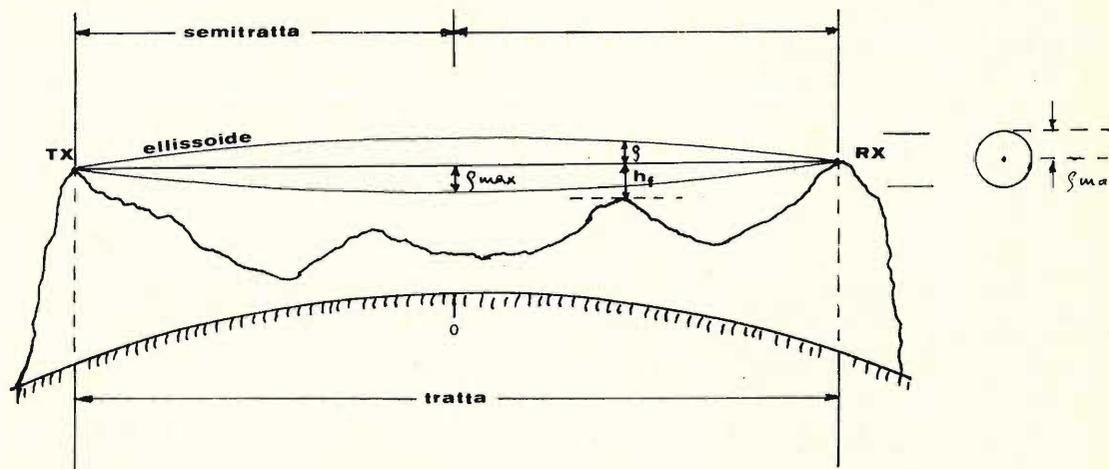
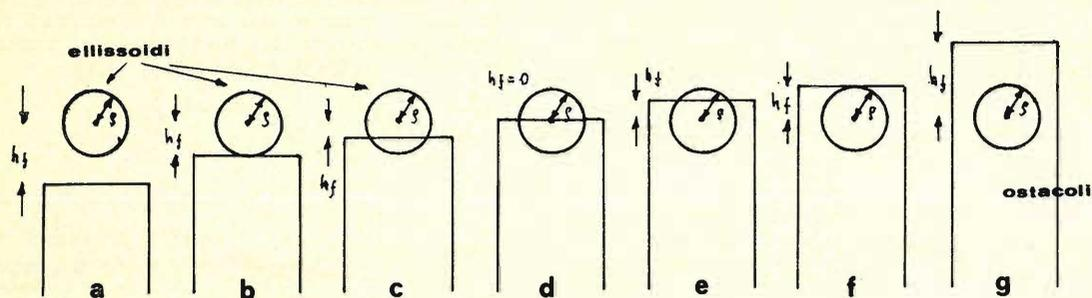
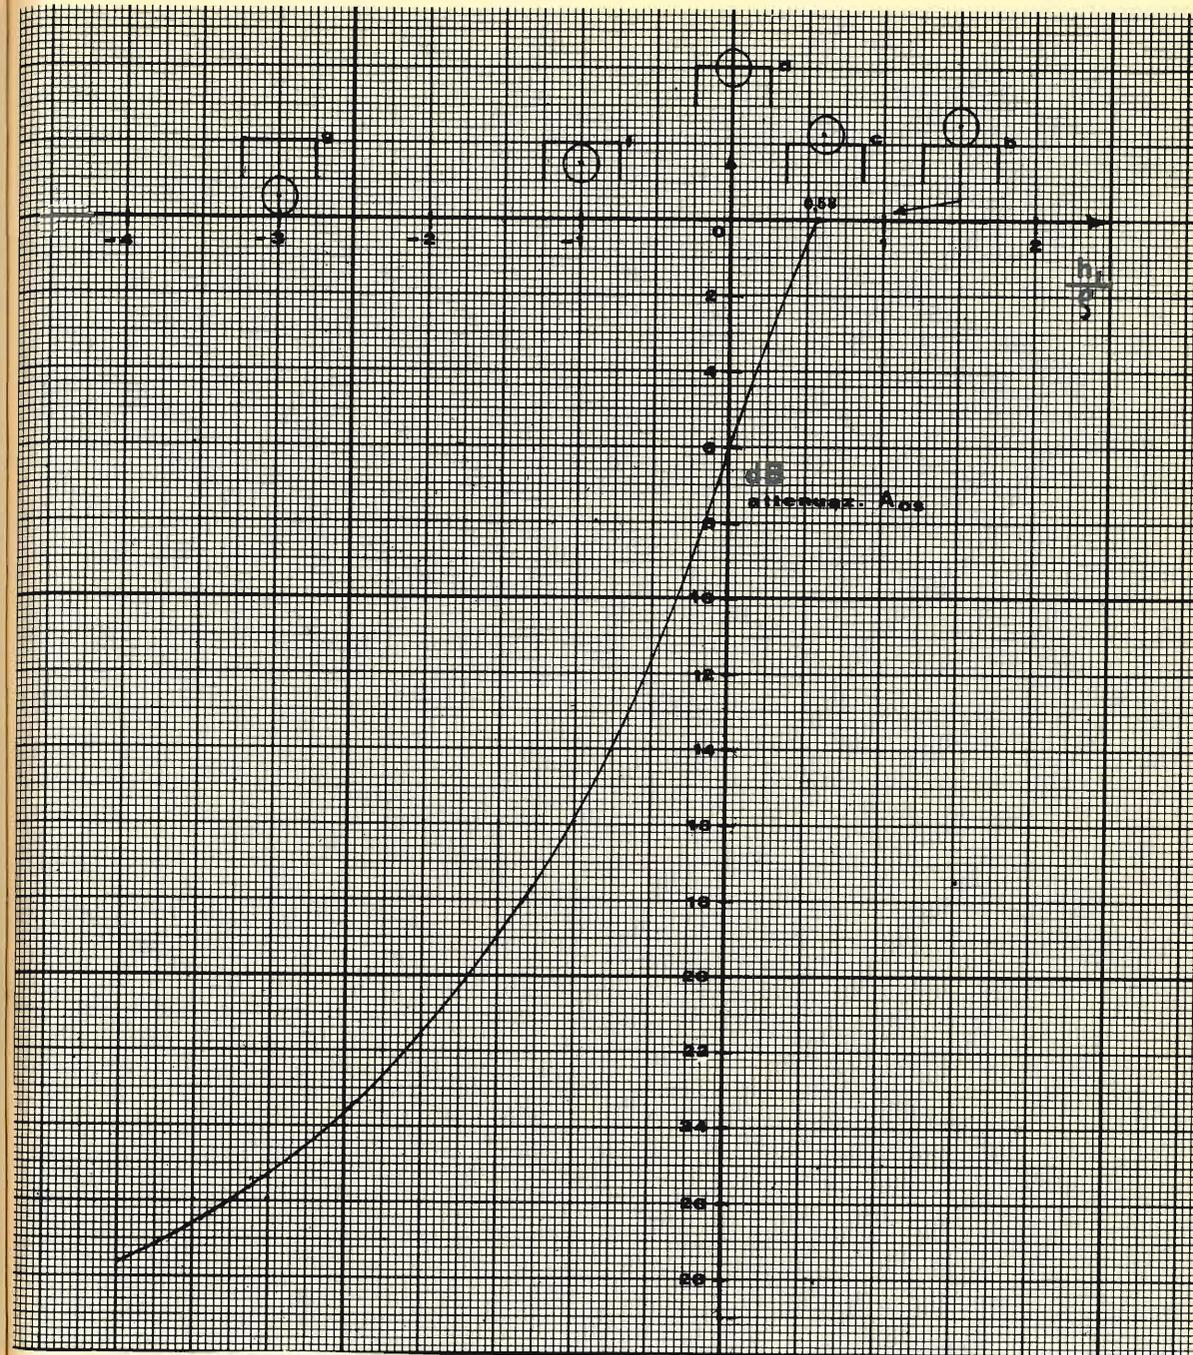

figura 15
figura 16
figura 17
Questo solido prende nome di 1° ellissoide di Fresnel. In teoria si tratterebbe infatti proprio di un vero ellissoide con i rispettivi fuochi in TX e RX. Per tutti gli scopi pratici è però sufficiente considerarlo fusiforme come in figura 15. Per la relativa determinazione geometrica, e quindi per la relativa tracciatura sul profilo di tratta, si potrà facilmente procedere in base ai grafici di cui alle figure 18 e 19 che vedremo successivamente.
Queste attenuazioni, ovviamente, dovranno essere introdotte nel « Modulo di Tabulazione » di cui alla figura 7. Vediamo ora in figura 16 le situazioni che nella pratica effettiva si possono presentare. Immaginiamo di porci fisicamente dove si trova l'antenna ricevente della figura 15 e di guardare verso il TX. In questo caso si rileva che non vi sono ostacoli interposti per cui la visibilità « radioelettrica » è assicurata. Se però l'ostacolo dovesse invadere l'el-
lissoidi, a seconda delle caratteristiche di questa interferenza (eventualmente variabile in conformità delle variabili condizioni della troposfera e quindi dell'indice troposferico « K »), possono verificarsi diverse situazioni che riportiamo schematicamente appunto in figura 16. Il grafico di figura 17 fornirà poi il valore dell'attenuazione da computare nei singoli casi, sotto la voce « attenuazione da ostacolo » (A_{os}).
- e - il franco sull'ostacolo diventa negativo, cioè $h_1 < 0$ l'attenuazione aumenta vedere figura 17.
Si tratta di casi di interazione tra ostacolo ed ellissoide rappresentati qualitativamente in figura 16. Il grafico si riferisce all' A_{os} prevista teoricamente su spigolo vivo; il caso pratico si discosta solitamente da questa condizione e l'attenuazione aumenta.
Il grafico di figura 17 ci consente di calcolare l'attenuazione da ostacolo (A_{os}) in dB in funzione del rapporto
il cui significato è ben visibile negli esempi di figura 16.
5) determinare ora in funzione di h_t/φ l'entità della attenuazione da ostacolo (A_{os}) direttamente in dB, mediante la figura 17;